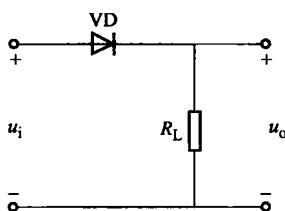

图 1-11 例 1.1 图
**【例 1.1】** 二极管电路如图 1-11 所示。已知输入电压为  $u_i = 10 \sin \omega t$  V，二极管是理想二极管，试画出输出电压  $u_o$  的波形。